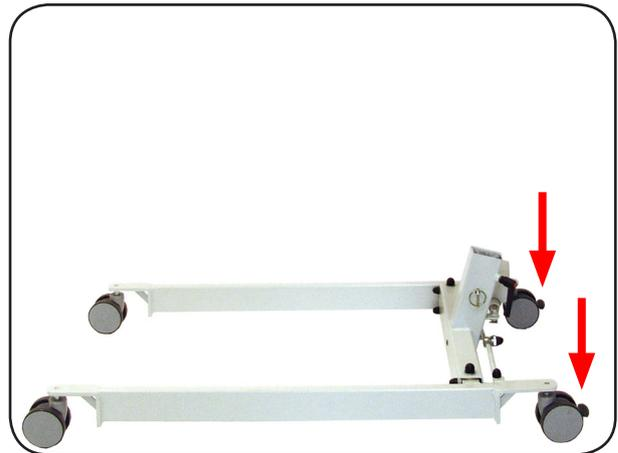

Abbildung 06
1. Stellen Sie das Fahrgestell mit den Rollen auf den Boden und bremsen Sie die hinteren Laufrollen (Abbildung 06).